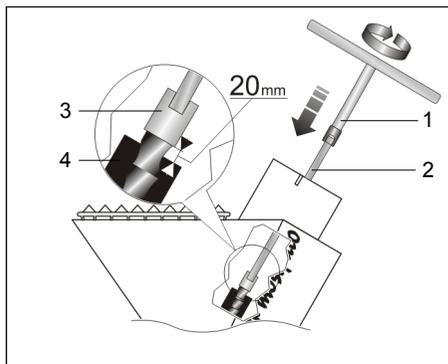

FIG.17 (Inserimento della chiave a "T" nell'asta)
- 7) Con la chiave a "T" (FIG.17-Rif.1) inserita nell'asta (FIG.17-Rif.2), avvitare il rotore (FIG.17-Rif.3) fino ad avere la parte filettata che fuoriesce di circa 20 mm dallo statore (FIG.17-Rif.4);